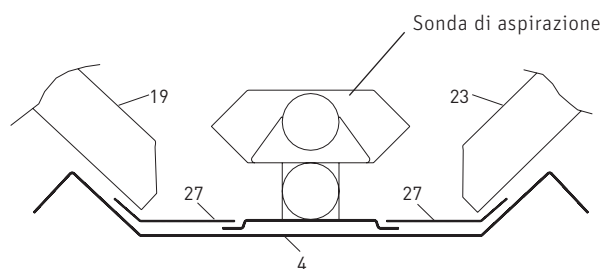
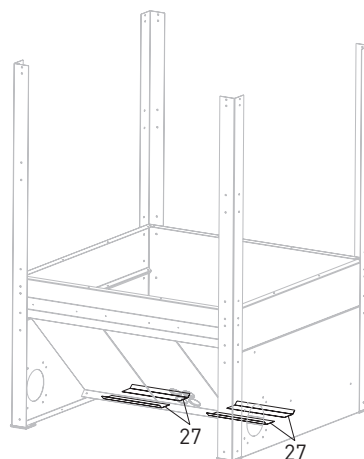

Fig. 11 Pannello a pavimento, supporti sonda e pareti oblique - vista da destra
Fig. 12 Montaggio dei supporti sonda
**Avvertenza!** Prima di avvitare le pareti oblique infilare anche 4 supporti sonda (27) – Fig. 11, Fig. 12.